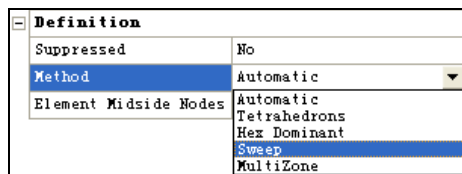

图 3-35 使用扫掠方法
**步骤 03** 将 Definition 栏中的 Method 设置为扫掠(Sweep),即可使用扫掠方法进行网格划分,如图 3-35 所示。